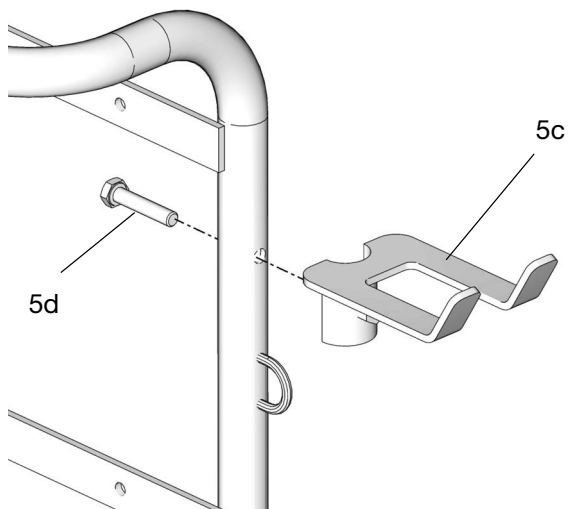

図 32
4. ネジ (5d) を使用してメーターブラケット (5c) をハンドルフレームに固定します (図 32)。